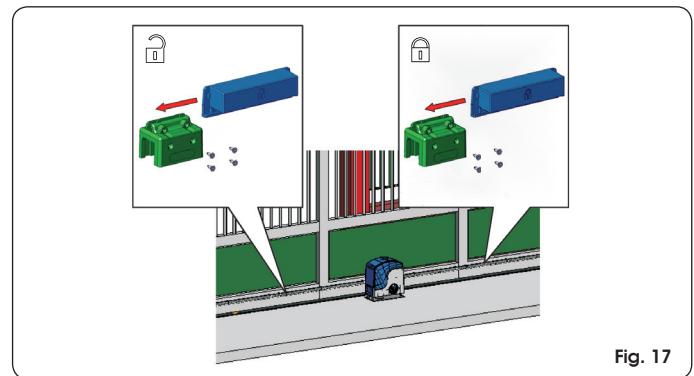

Fig. 17
Der Antrieb ist mit einem Magnet-Endschalter ausgerüstet, der den Stillstand der Bewegung des Tors verursacht, wenn der am oberen Teil der Zahnstange befestigte Magnet den Sensor erregt. Die im Lieferumfang des Antriebs enthaltenen Magnete sind entsprechend polarisiert und erregen lediglich einen Kontakt des Sensors, d.h. entweder den Schließ- oder den Öffnungskontakt. Der Magnet, der den Kontakt für die Toröffnung erregt, weist die Abbildung eines offenen Schlosses auf, der Magnet, der den Kontakt für das Torschließen erregt, zeigt das Symbol eines geschlossenen Schlosses (siehe Abb. 17). Für die korrekte Positionierung der beiden Endschaltermagnete sind die nachfolgenden Schritte auszuführen:
- ① Die beiden Magneten wie im Beiblatt und in Abb. 17 angegeben zusammenbauen.
- ② Den Antrieb für den Handbetrieb, siehe Kapitel 8, einrichten und das System mit Strom versorgen.